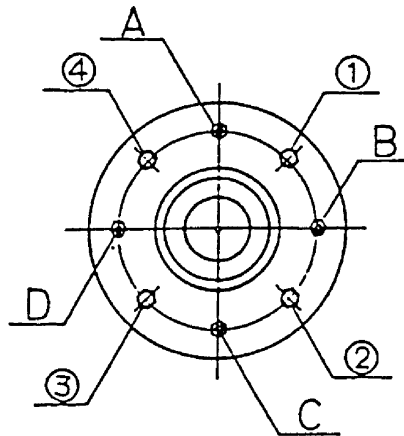

図 9-7
### 9.3.4 ドラムの芯出し調整 (図 9-7)
- ・ 主軸ベアリングケースを止めている取付けボルト及びナット 4 箇所(A～D)と、調整ボルト及びナット 4 箇所(①～④)で調整します。(図 9-7)
- ・ 例えば、ドラムの口金を機械正面より見て右に寄せたい場合、③、④と A,C,D のナットを少し緩め、③、④のボルトをドラムの口金を見ながら締め込みます。
- ・ 調整が終わったら、③、④と A,C,D のナットを締め込みます。
- ・ 4 個のナット①～④を取り外し、ベアリングケースを後方へ抜いてください。(図 9-7)